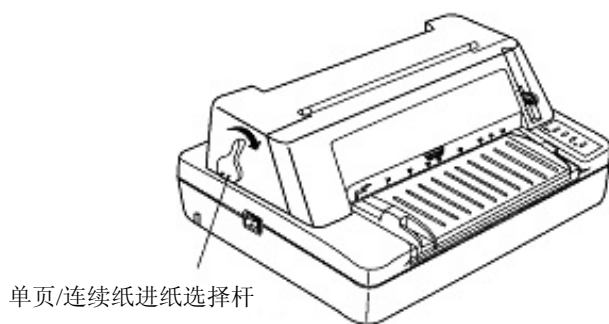

图 3-6 使用单页/连续纸进纸选择杆（连续纸）
2. 把单页/连续纸进纸选择杆拨到连续纸的位置（如图 3-6 所示）。